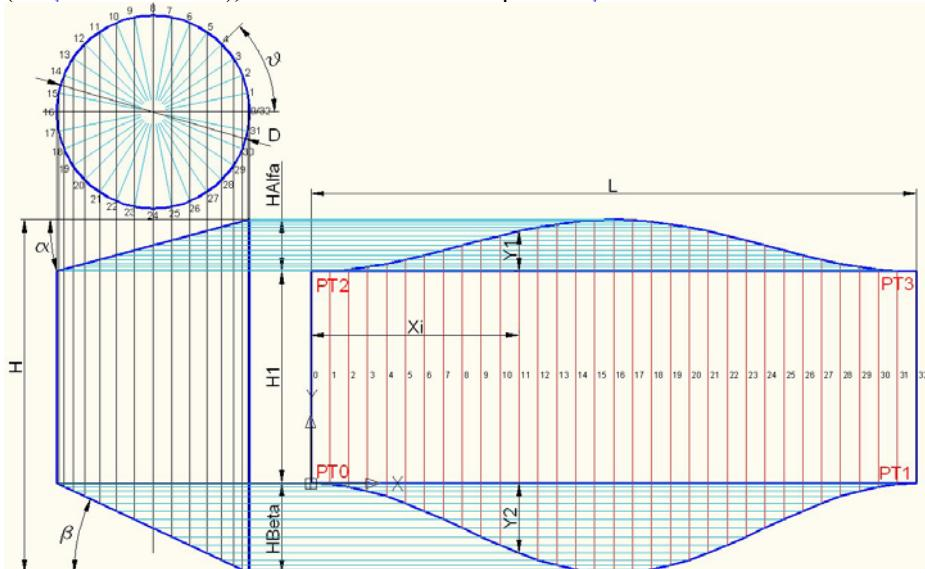

Figura 4.4.3
- ϑ parametru unghiular pentru care se calculează coordonatele desfășurării, este definit prin relația 4.4.6, figura 4.4.3;
- X_i reprezintă abscisa desfășurării, iar $Y1_i$ respectiv $Y2_i$ reprezintă ordonatele desfășurării, coordonata X fiind considerată în raport cu originea sistemului de referință plasat în colțul stânga jos a desfășurării, figura 4.4.3;